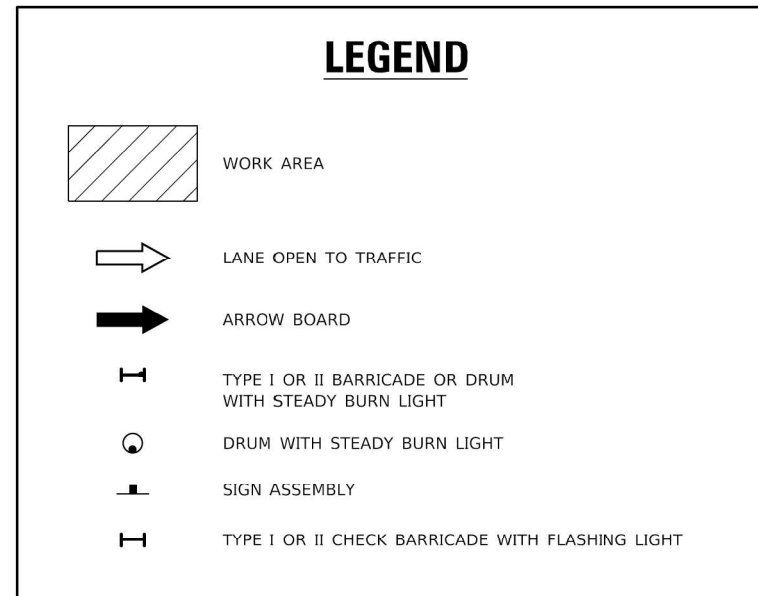

**FIGURE 1**
1. A) WHEN "L" IS  $\leq$  THE STORAGE LENGTH OF THE TURN LANE (AS SHOWN IN FIG. 1), USE FIGURE 1.